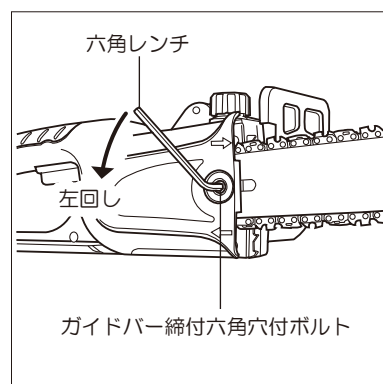

図8
- ①ガイドバー締付け六角穴付きボルトを、付属の六角レンチで左に回して抜き取ってください。(図8参照)